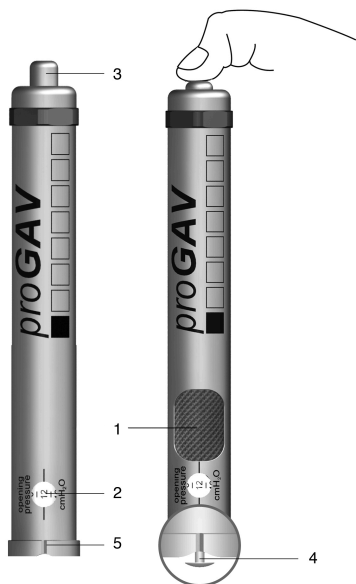

Bild 4: proGAV Adjustment Tool
proGAV Adjustment Tool (bild 4) används för att ställa in ventilens trycknivå. Den trycknivå som önskas ställs in med justeringsratten (1) och trycket visas i indikeringsfönstret (2). Instrumentet placeras mitt på ventilen. Om man trycker på upplåsningsskruven (3) trycks justeringsspetsen (4) ut ur botten, rotn inuti ventilen låses upp och ventilens öppningstryck ställs in. Markeringen (5) på proGAV Adjustment Tool måste peka mot den proximala katetern (som leder till ventrikeln) när instrumentet sätts på ventilen.